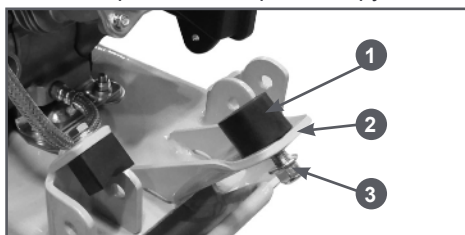

Рис. 5 Регулировка положения рабочей рукоятки
- Отрегулируйте положение рабочей рукоятки по высоте. Положение рабочей рукоятки по высоте регулируется с помощью резинового упора 1 (Рис. 5). Для наглядности, на Рис. 5 показана виброплита без рабочей рукоятки.
Наклоните рабочую рукоятку вверх и выкрутите резиновый упор 1 из кронштейна 2 на несколько оборотов. Отпустите рабочую рукоятку и убедитесь, что положение рабочей рукоятки соответствует требуемому. При необходимости повторите. После окончательной регулировки затяните контргайку 3 (Рис. 5).